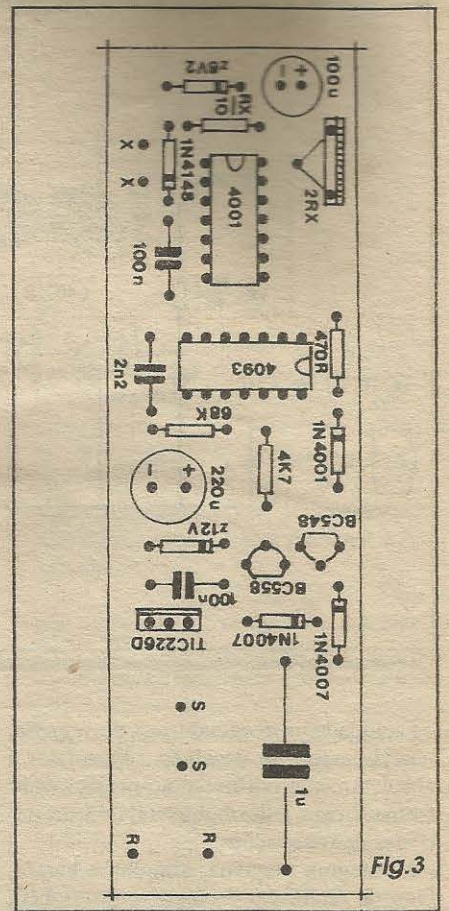

Fig.3
- FIG. 3 - CHAPEADO DA MONTAGEM - A *outra* face da placa (não cobreada), com o diagrama estilizado de todos os principais componentes, com seus valores, códigos, polaridades e outras informações práticas, é vista na figura... Quem ainda for *muito titubeante* nessa parte prática das montagens, poderá recorrer ao TABELÃO APE, na busca de auxílio para a identificação de terminais, leitura de códigos de valores de componentes, etc. De qualquer modo, apenas dedicando o máximo de *atenção*, qualquer um poderá levar a bom termo a inserção/soldagem dos componentes à placa... Ob-